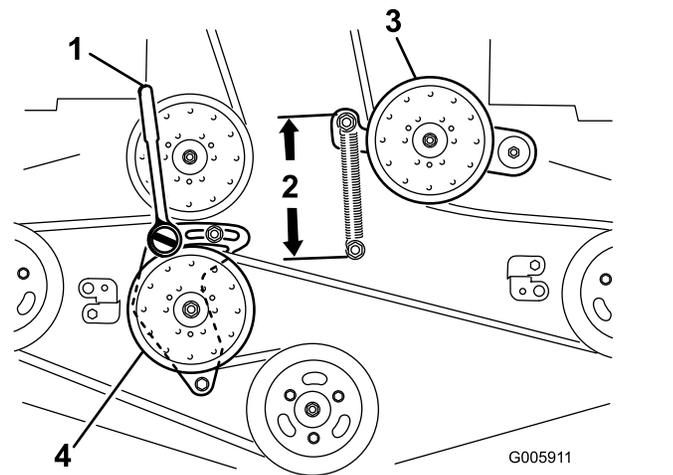

Figura 60
6. Afloje el brazo de la polea tensora fija y ajústelo para aliviar la tensión de la correa (Figura 60).
9. Introduzca una llave de carraca con extensión corta en el taladro cuadrado del brazo de la polea tensora fija (Figura 60).
11. Para aumentar la tensión de la correa, gire la llave de carraca en sentido antihorario para desplazar el brazo de la polea tensora fija hasta obtener un espacio de 16,5 cm entre los ganchos del muelle (Figura 60).